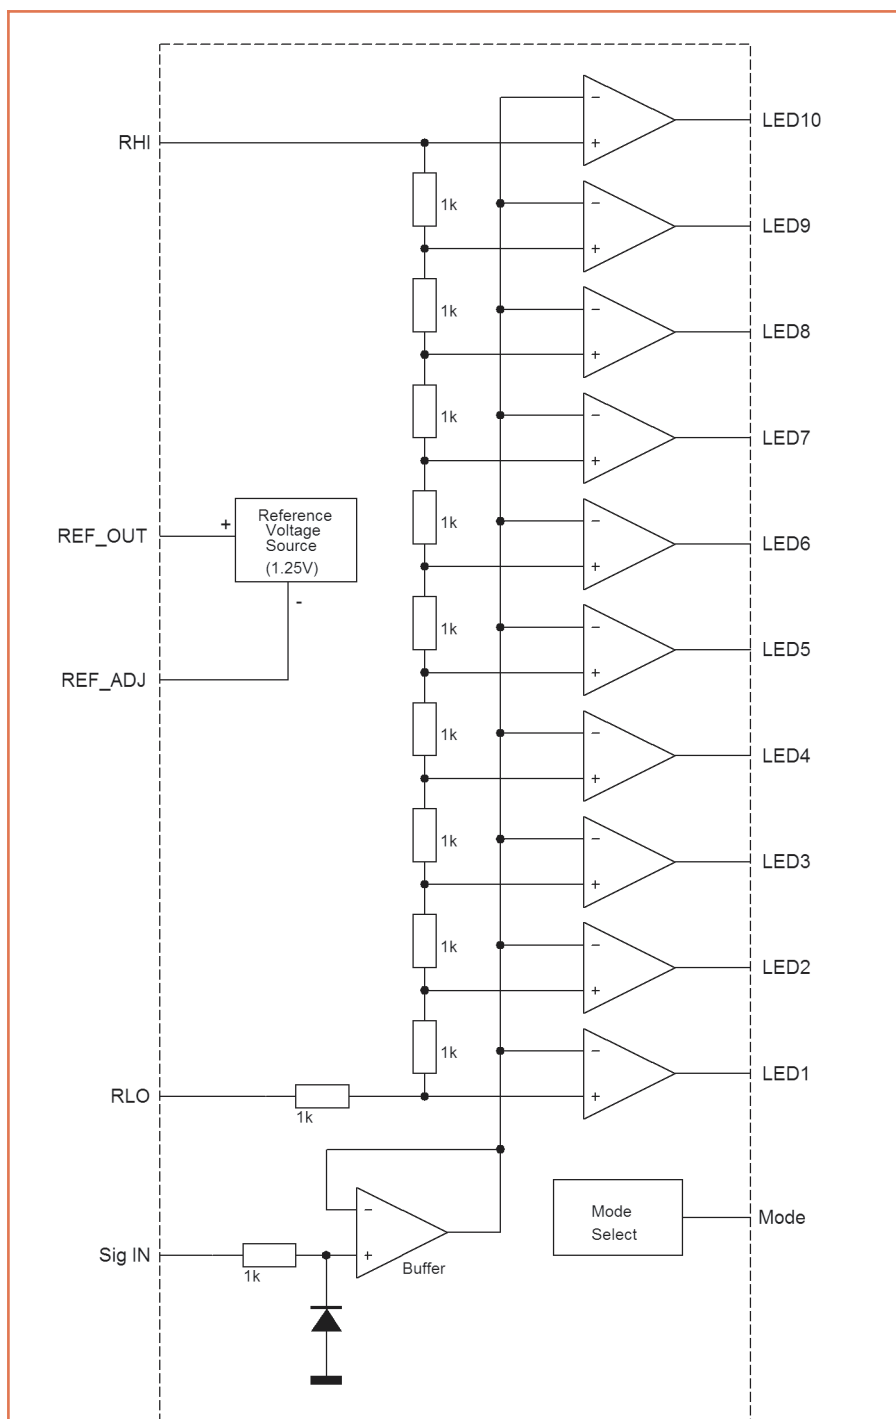

**Figura 2:** Forme d'onda relative allo stadio di ingresso
A. Da questo si deduce che P1 regola la sensibilità del VU-Meter. Del segnale così prelevato, viene tagliata tutta la parte negativa grazie alla presenza del diodi D1. C1 funziona come elemento di "zavorra" per la tensione, in questo modo ai capi di C1 avremo una tensione "quasi continua" che segue il valore massimo della tensione di ingresso. Più è elevato il valore di C1 più è intenso l'effetto "zavorra". R4 consente al condensatore di scaricarsi in modo da seguire l'andamento della tensione di ingresso. D2 è un diodo zener da 5,1V che è stato inserito per proteggere il circuito dalle sovratensioni di ingresso. La presenza di D2 fa sì che la tensione che arriva all'ingresso del LM3914 venga tagliata se supera i 5,1V. R3 ha il solo scopo di limitare la corrente in D2 nel caso si attivi il meccanismo di protezione visto in precedenza. Per chiarire ulteriormente il funzionamento dello stadio di ingresso appena descritto, si veda la figura 2 in cui sono riportate le forme d'onda nel caso in cui il cursore di P1 si trovi nel punto A. In verde la tensione di ingresso, mentre in rosso è riportata la tensione V2 in ingresso al LM3914. Si noti l'effetto di D2 che taglia tutte le tensioni superiori a 5,1V.